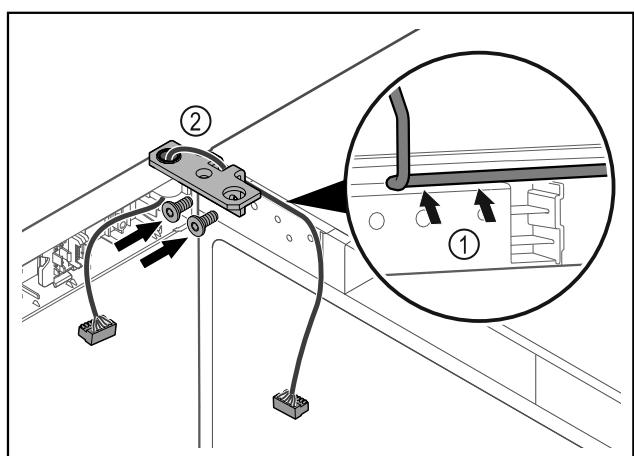

Fig. 43
- Dirijați cablul prin degajarea colțarului balamalei și dispuneți-l cu precauție Fig. 43 (1).
- Înșurubați Fig. 43 (2) colțarul balamalei.